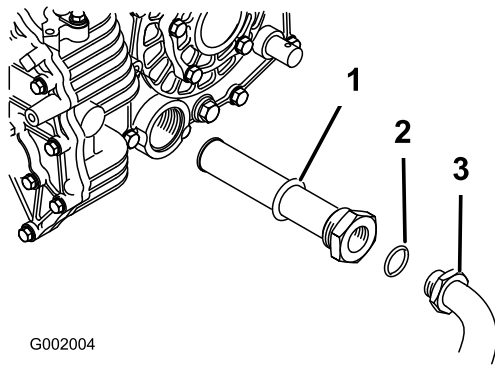

Figura 70
5. Retire el tubo hidráulico y el codo de 90° (Figura 70).